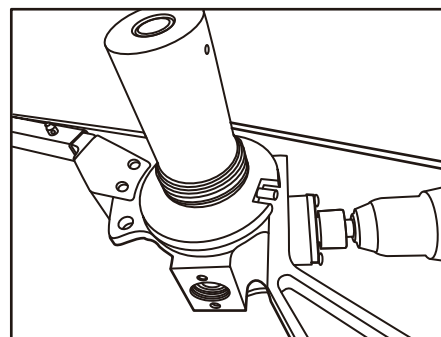

Figure 9
A. Lorsque vous tirez sous terre ou par le dessous, enroulez plusieurs fois le câble sur le dessus du cabestan (1) dans le sens des aiguilles d'une montre (figure 9) et mettez la perceuse de 18 volts en marche **ARRIÈRE** et obtenez des résultats semblables à ceux de la plupart des extracteurs classiques.